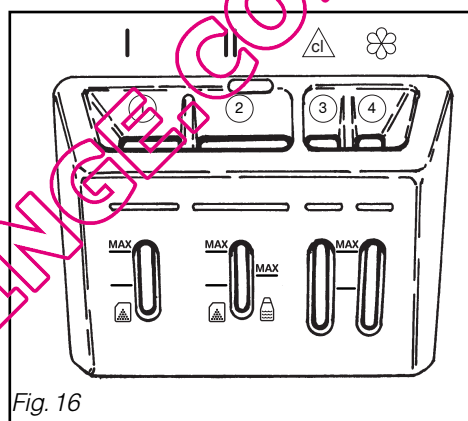

Fig. 16
• CHARGEMENT DES PRODUITS DE LAVAGE (Fig. 16)